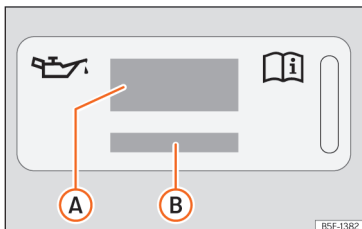
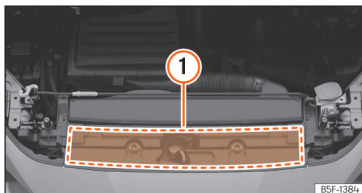

Abb. 242 Im Motorraum: Aufkleber mit Motoröl-Spezifikationen
Abb. 243 Im Motorraum: Position des Aufklebers mit Motoröl-Spezifikationen
Legende zu » Abb. 242:
Wenn Motoröl nachgefüllt werden muss, verwenden Sie eines der auf dem Aufkleber angegebenen Motoröle » Abb. 242. Der Aufkleber mit der vorgeschriebenen Motoröl-Norm befindet sich im vorderen Bereich des Motorraums » Abb. 243 (1). Bei Verwendung des empfohlenen Motoröls kann das Motoröl so oft wie erforderlich nachgefüllt werden.